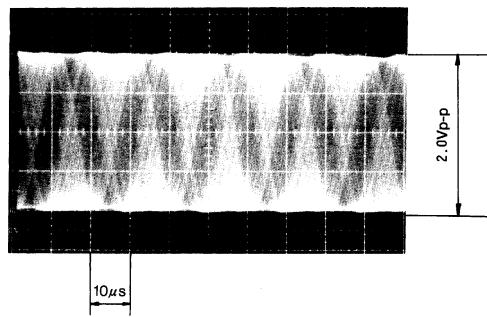

Abb. 4-10
- ⑥ Stellen Sie den Regler RV2 erneut ein, so daß die Sinuswellenamplitude zwischen 1,9 V_{p-p} und 2,1 V_{p-p} liegt, wie in Abb. 4-10 gezeigt. Abb. 4-10 zeigt den idealen Einstellungszustand.